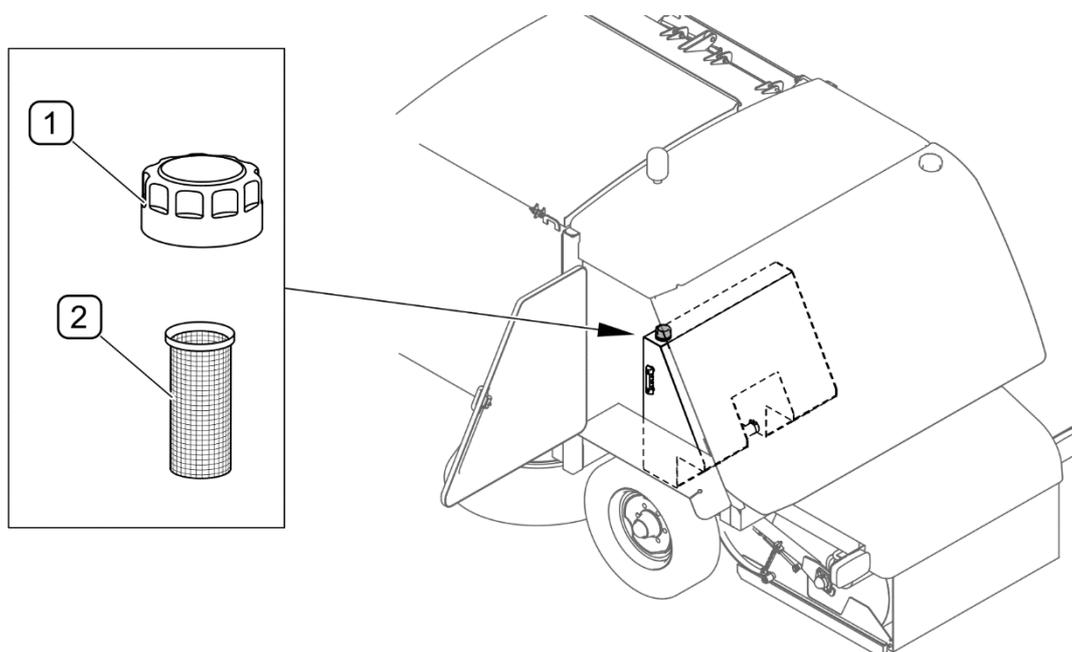

РИСУНОК 5.15Фильтрующая сетка
Фильтрующая сетка (2) устанавливается в заливном отверстии. Ее нужно регулярно очищать. Доступ к фильтрующей сетке (РИСУНОК 5.15) возможен после открытия заднего левого кожуха. Отвинтить пробку (1), извлечь фильтрующую сетку (2) и промыть раствором моющего средства.
Сетчатый фильтр (РИСУНОК 5.15) необходимо очищать после каждой замены или долива масла.